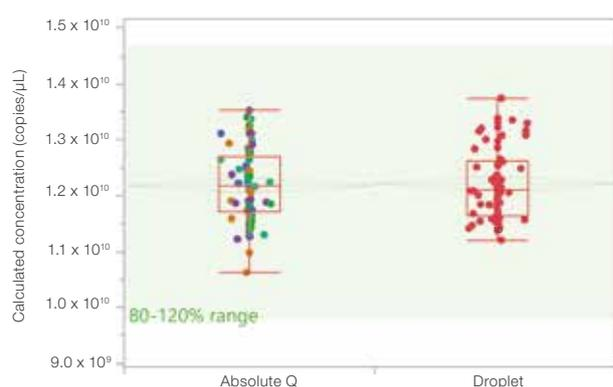

図4 Absolute QとDropletでの測定結果の比較
- AAV DNA コントロールで2種類のデジタルPCRシステムの測定をすると、Dropletの平均%CV値は5.2%、Absolute Qは5.3%であり、ほぼ同等の結果が得られました(図4)。